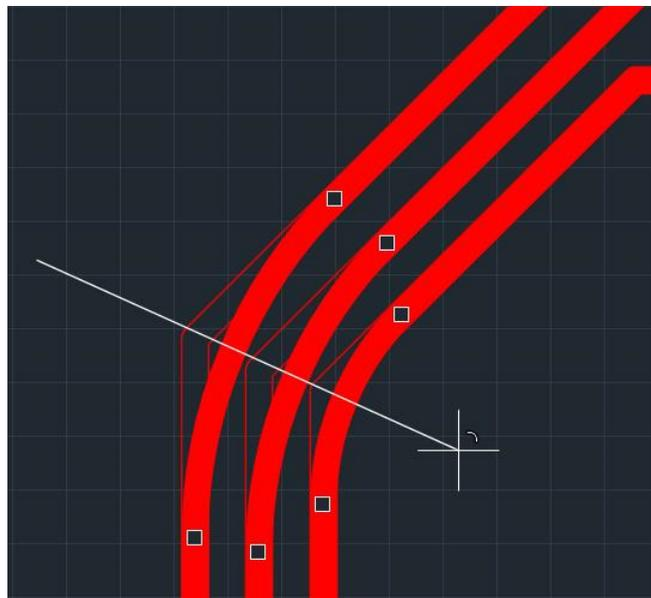

Рис. 288 Прокладка вектора
3. Переместите курсор, не отпуская кнопку мыши, см. Рис. 288.